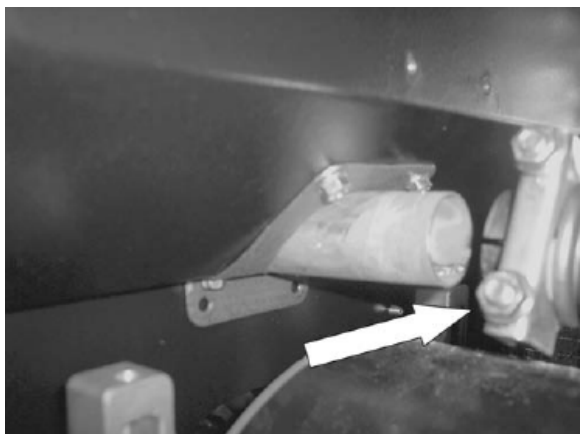

Рисунок 26.
4. Снять выхлопной гибкий трубопровод: С помощью накидной головки 1/2 дюйма открутить передний и задний зажимы глушителя. Отодвинуть трубопровод к двигателю до упора, открыв фланец глушителя. Смотреть рисунок 26.